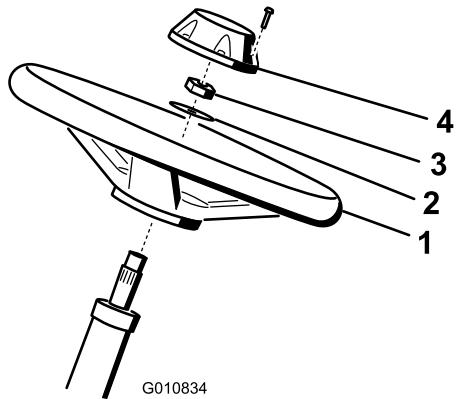

図 5
- ハンドルをステアリングシャフトにはめ込む 図 5。
- ワッシャをステアリングシャフトにはめ込む 図 5。
- ロックナットでハンドルを固定し、 $2735\text{N}\cdot\text{m}$ $2.83.6\text{kg}/\text{m} = 2026\text{ft-lb}$ にトルク締める 図 5。
- キャップを取り付け、ボルト6本で固定する 図 5。